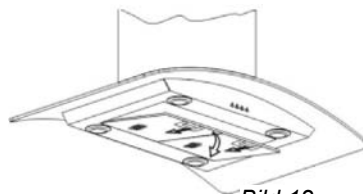

Bild. 12
- Ta ur filtren så som visas i bild 12.
1. Ta bort Al filtret, se bild 12.